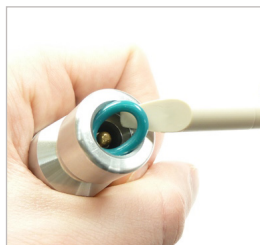

Figure 1
- ▶ Maintenez le joint frontal (pos. 5) avec l'outil de montage WEH® réf. E34-82427 et retirez le joint frontal de la gorge (Figure 1).